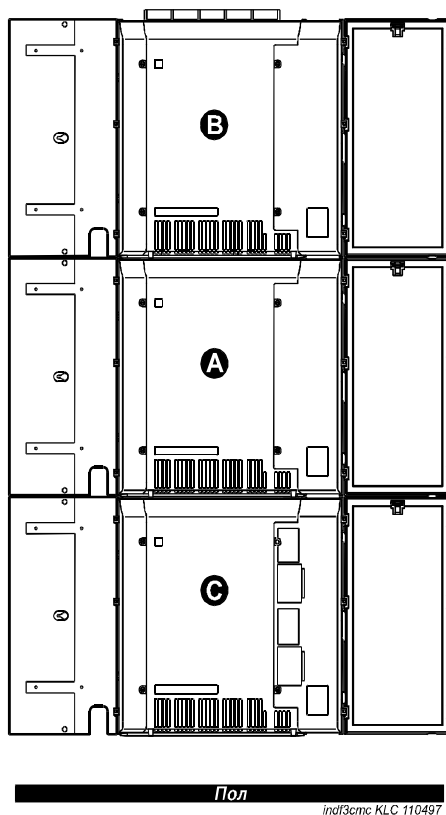

Рис. 49. Типичная установка компактного модульного статива (модель csi) — вид спереди
Одна установка может включать до 3 компактных модульных стативов. Печатные платы портов и обслуживания занимают все десять слотов во втором и третьем стативах. Процессорный статив (A) устанавливается в середине, второй статив (B) — сверху, а третий статив (C) устанавливается внизу. Статив A должен иметь в слоте 1 плату процессора и генератор тональных-тактовых сигналов в слоте 2. Стативы B и C могут содержать в слотах 1 и 2 любые платы. См. Рис. 49.